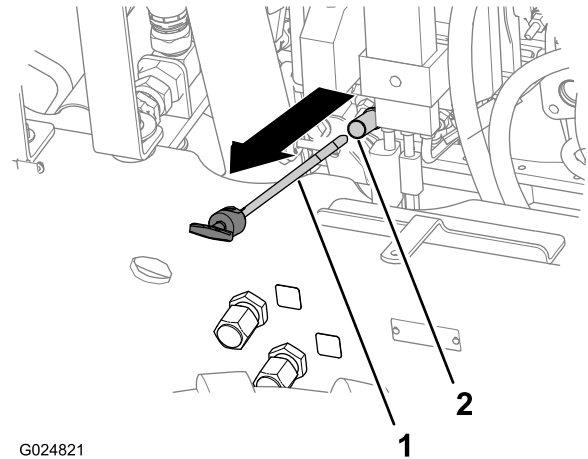

Figura 23
4. Remova a vareta de nível e limpe-a com um pano limpo (Figura 23).
5. Introduza a vareta de nível até o fim do tubo e torne a removê-la (Figura 23).